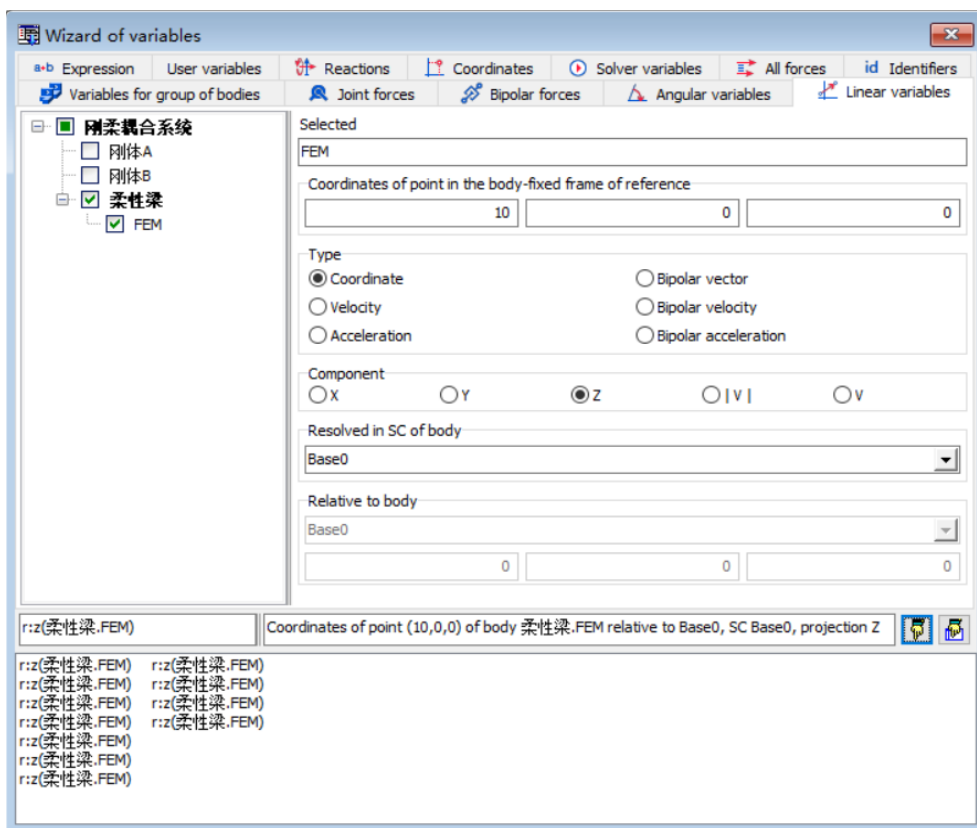

图 2-118
- 3) 选择主菜单 **Tools** → **Wizard of variables...** 打开变量向导（或点击工具栏按钮 ），定义**柔性梁 FEM**的垂向位移变量（从点（**0, 0, 0**）到点（**10, 0, 0**）每米取一个点，共计 **11** 个），如图 2-118。